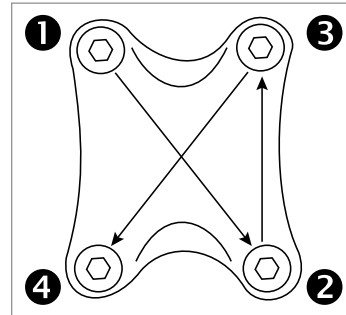
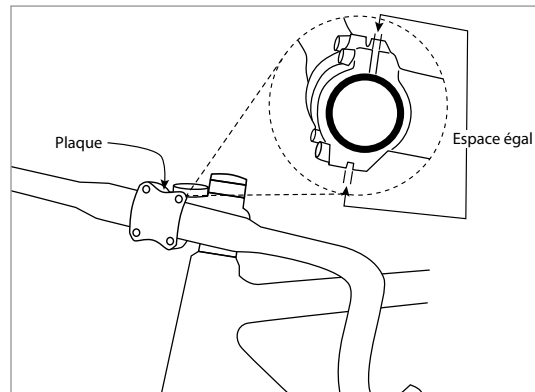

Figure 3
Figure 4
11. Serrez à tour de rôle les boulons de la plaque en suivant la séquence de serrage indiquée à la Fig. 3. Tournez chaque boulon par demi-tours jusqu'à 5 à 8 Nm. Ne dépassez pas la valeur de couple maximale la plus basse indiquée sur les composants. Vérifiez ensuite que les espaces entre le capuchon avant et la partie arrière du système de serrage du guidon sont égaux en haut et en bas (Fig. 4).